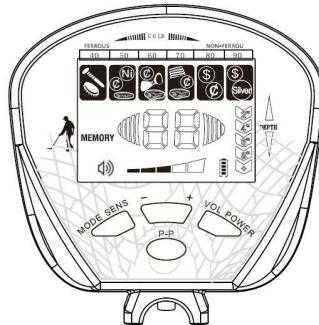

Fig.12
Ripremere su MODE, il cursore MEMORY si accende. Tutti i cursori ID oggettuali si accendono. (Vedi Fig.12)
e) Per ricercare altri metalli, premere su "MODE", il cursore MEMORY rimane acceso come la Fig.12. E' sufficiente ripetere la suddetta operazione.